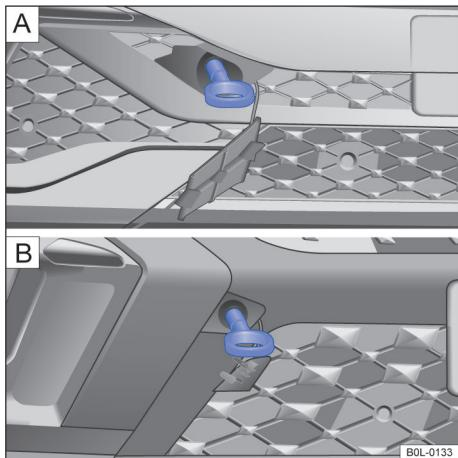

图 134 前保险杠上右侧：已拧入牵引环
→ 图 134 → ①。用一个合适的器具，将牵引环充分而牢固地拧入支座中。